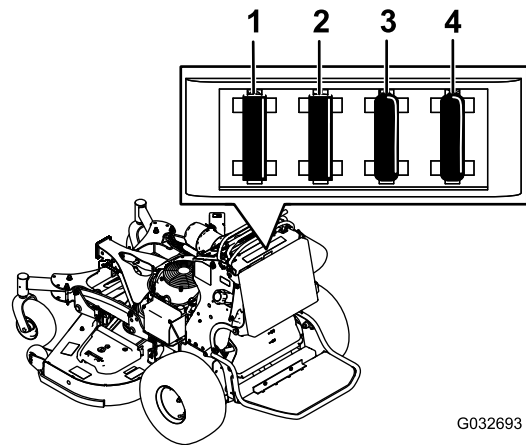

Figura 56
2. Tire hacia fuera del fusible para retirarlo o cambiarlo (Figura 56).
Nota: Asegúrese de que instalar un fusible del tamaño correcto (Figura 56).